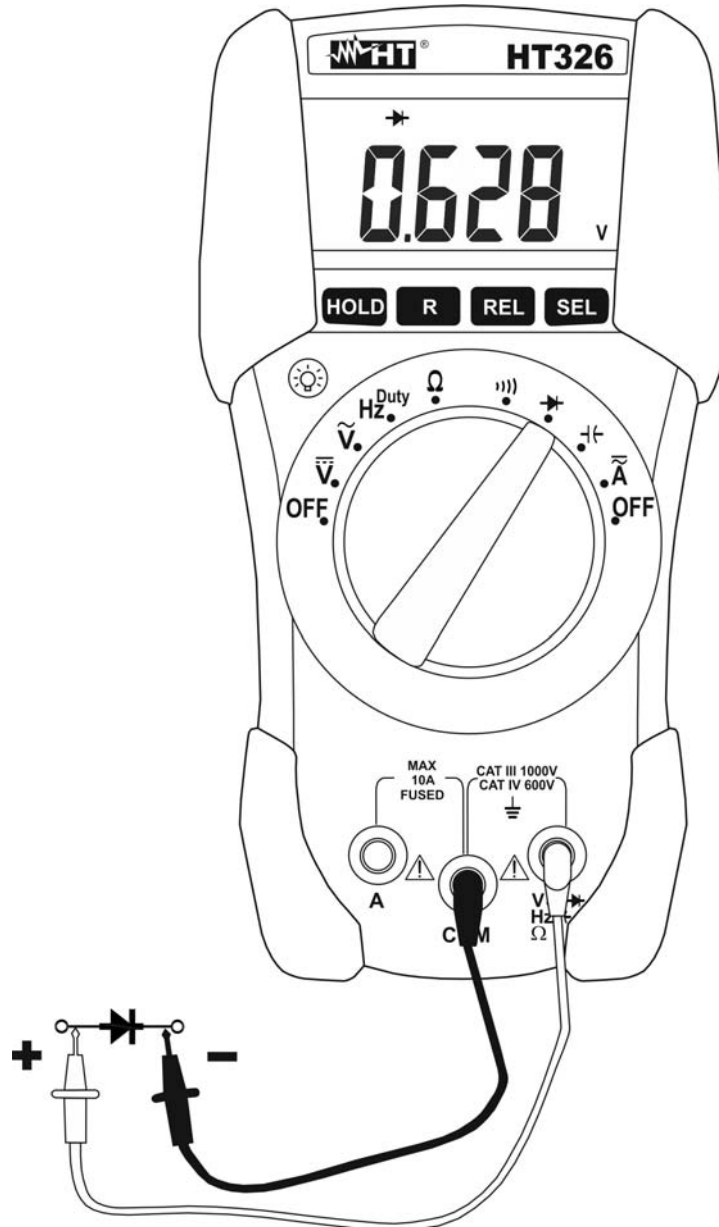

Abb. 8:Diodentest
3. Verbinden Sie die Messleitungen mit der zu testenden Diode unter Berücksichtigung der Polarität (s. Abb. 8)